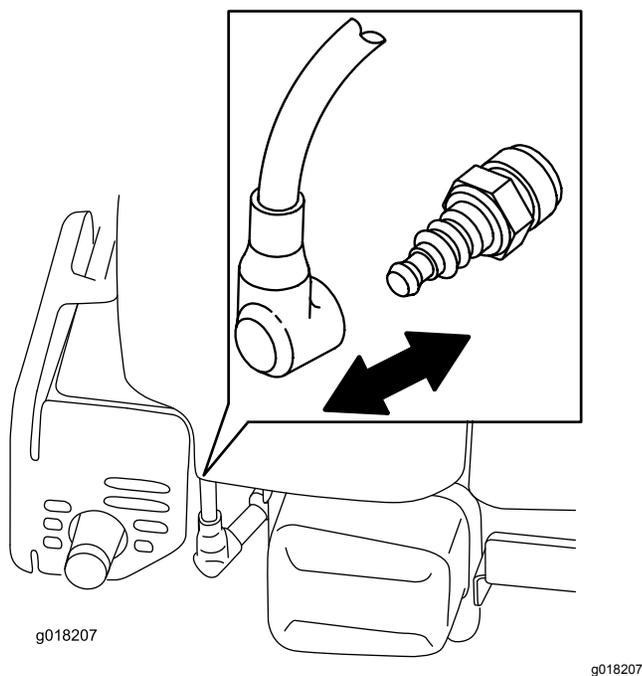

Рисунок 21
2. Отсоедините провод от свечи зажигания (**Рисунок 21**), прежде чем выполнять любые процедуры технического обслуживания.